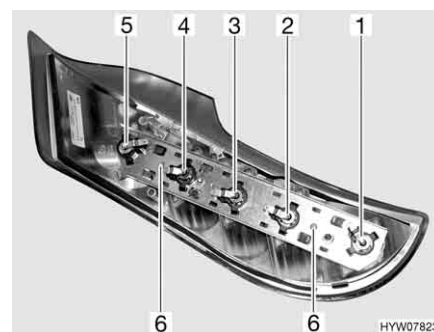

Fig. 176 Luci posteriori (lato posteriore)
- Svitare le due viti Torx (Fig. 176,6) del listello di supporto poste sul lato posteriore dell'involucro.